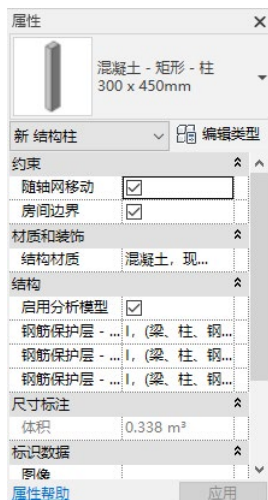

图 5-7 “属性”选项板
(6) 单击“打开”按钮，加载“混凝土 - 矩形 - 柱.rfa”，此时“属性”选项板如图 5-7 所示。